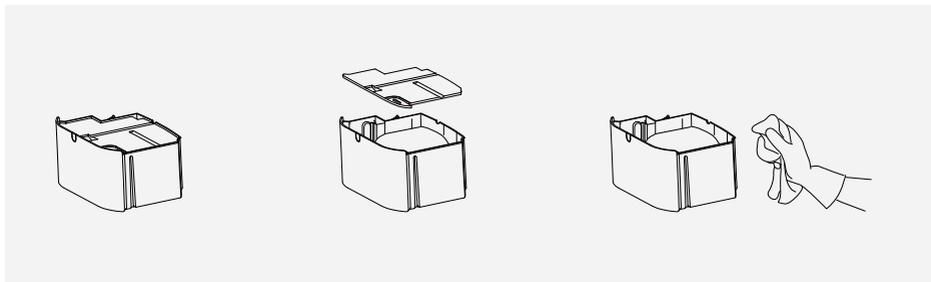

рис. 8
4. Очищайте резервуар для води кожні кілька тижнів. Вийміть його з приладу і зніміть верхню кришку (8) з резервуара (рис. 8). Наповніть внутрішню частину бака водою з миючим засобом і вийміть. Після прання прополощіть і висушіть. Також вийміть заглинку (8) у воді з миючим засобом.